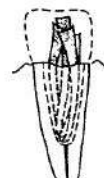

Рис. 12
5. Заполните канал композитом химического или двойного отверждения (например, «Компофикс»). Смоченное и сложенное вдвое стекловолокно с помощью узкого штопфера быстро введите в канал до самого дна. Уплотните стекловолокно в канале, прижимая его к стенкам канала и выводя излишек композита из центральной части. Оставшуюся пустую часть воронки заполните композитом и введите аналогично первому второй отрезок стекловолокна (рис. 12).